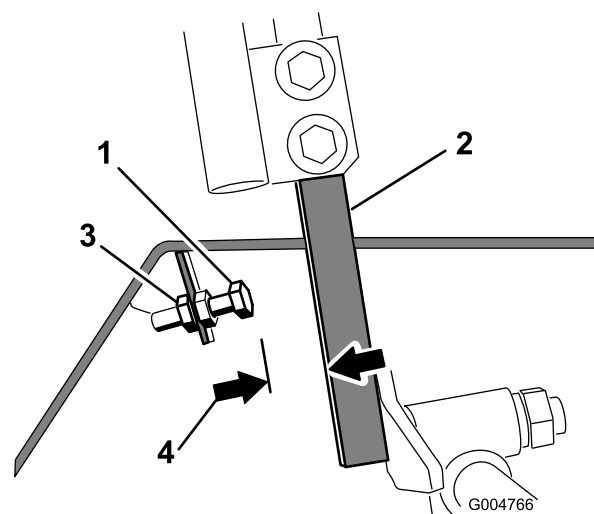

Figure 57
4. Desserrez l'écrou de blocage sur le boulon d'arrêt de l'un des leviers de commande (Figure 57).